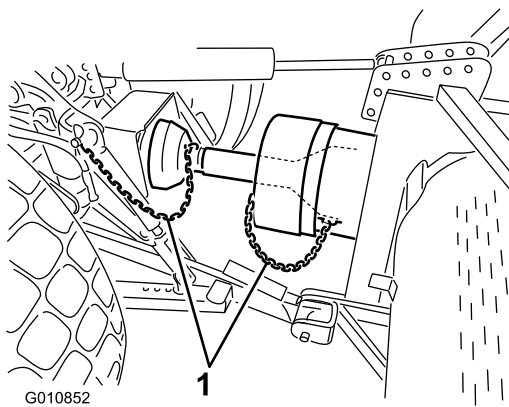

図 22
6. PTO シールドとトラクタのブラケットに、シールド安全チェーンを取り付ける (図 22)。エアレータを上昇・降下させてもチェーンに余裕があることを確認する。